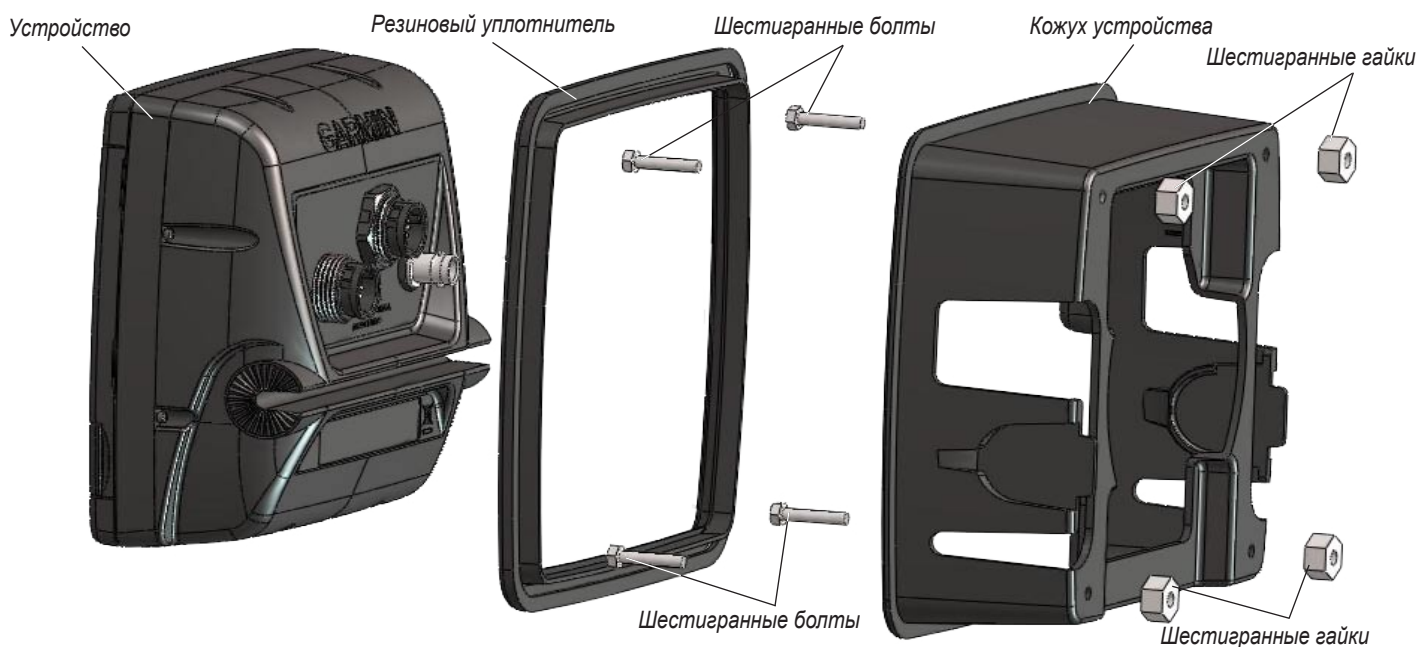

Рис. 1
2. Соберите оборудование для монтажа заподлицо (см. рисунок 1).